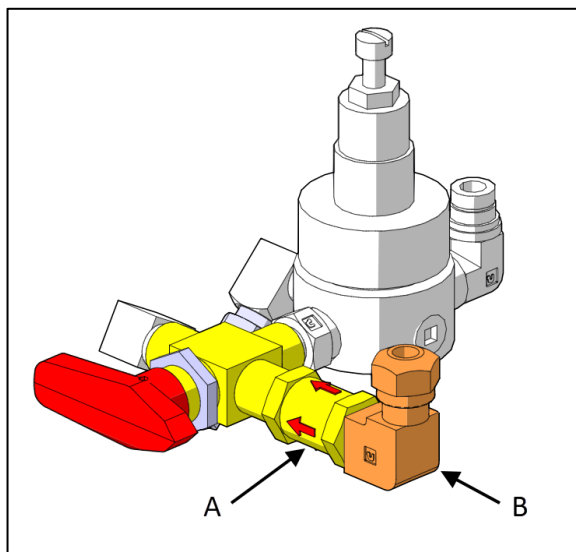

FIGURE 7
15. Installer le clapet antiretour (item A, Figure 7) avec les flèches pointant vers la valve.
16. Installer le coude 90° sur le clapet (item B, Figure 7).